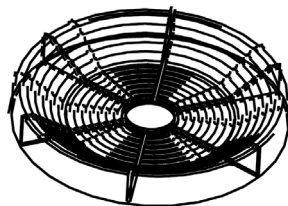

Fig.4
Om du vill att köksfläkten ska arbeta med återcirkulation, ska du använda syntetiska kolfilter (fig. 4) och ett avledningsrör med en invändig diameter på Ø 120 mm. Det os som uppstår vid matlagning rensas med hjälp av kolfilter och leds tillbaka till köket genom ett avledningsrör, som monteras överst i skåpet.
2. Kolfilter (2 st. – fig. 4)